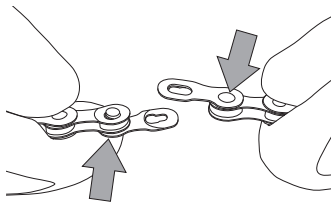

Fig.5
- Insérez chaque axe du C-Link™ dans les deux trous libres des maillons internes de la chaîne (Fig. 5).